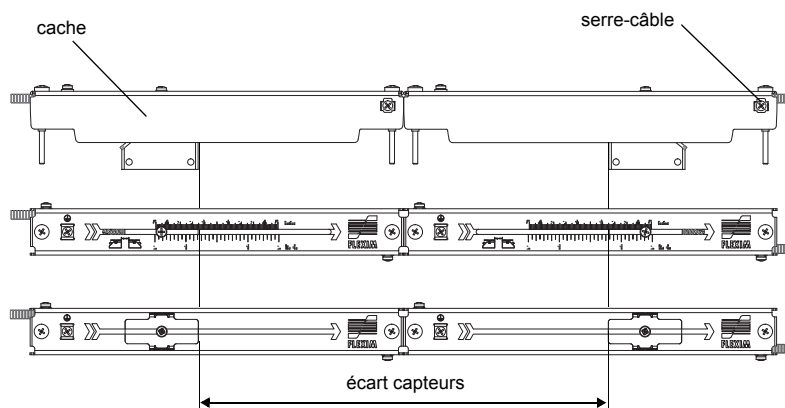

Fig. 9.28: Réglage de l'écart capteurs
- Réglez l'écart capteurs recommandé par le transmetteur (voir section 11.6 et Fig. 9.28).
- Fixez les câbles des capteurs au serre-câble de manière à les protéger des contraintes mécaniques (voir Fig. 9.28).